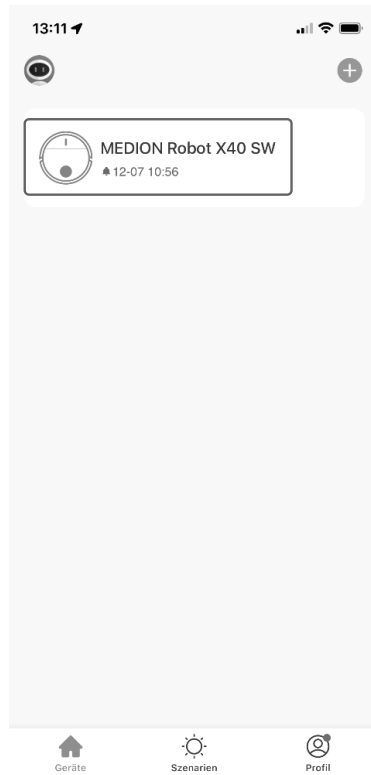

Abb. 13
- Sie haben nun noch die Option, Ihren Saugroboter umzubenennen. Danach können Sie das Gerät in der Geräteliste auswählen (s. **Abb. 13**).